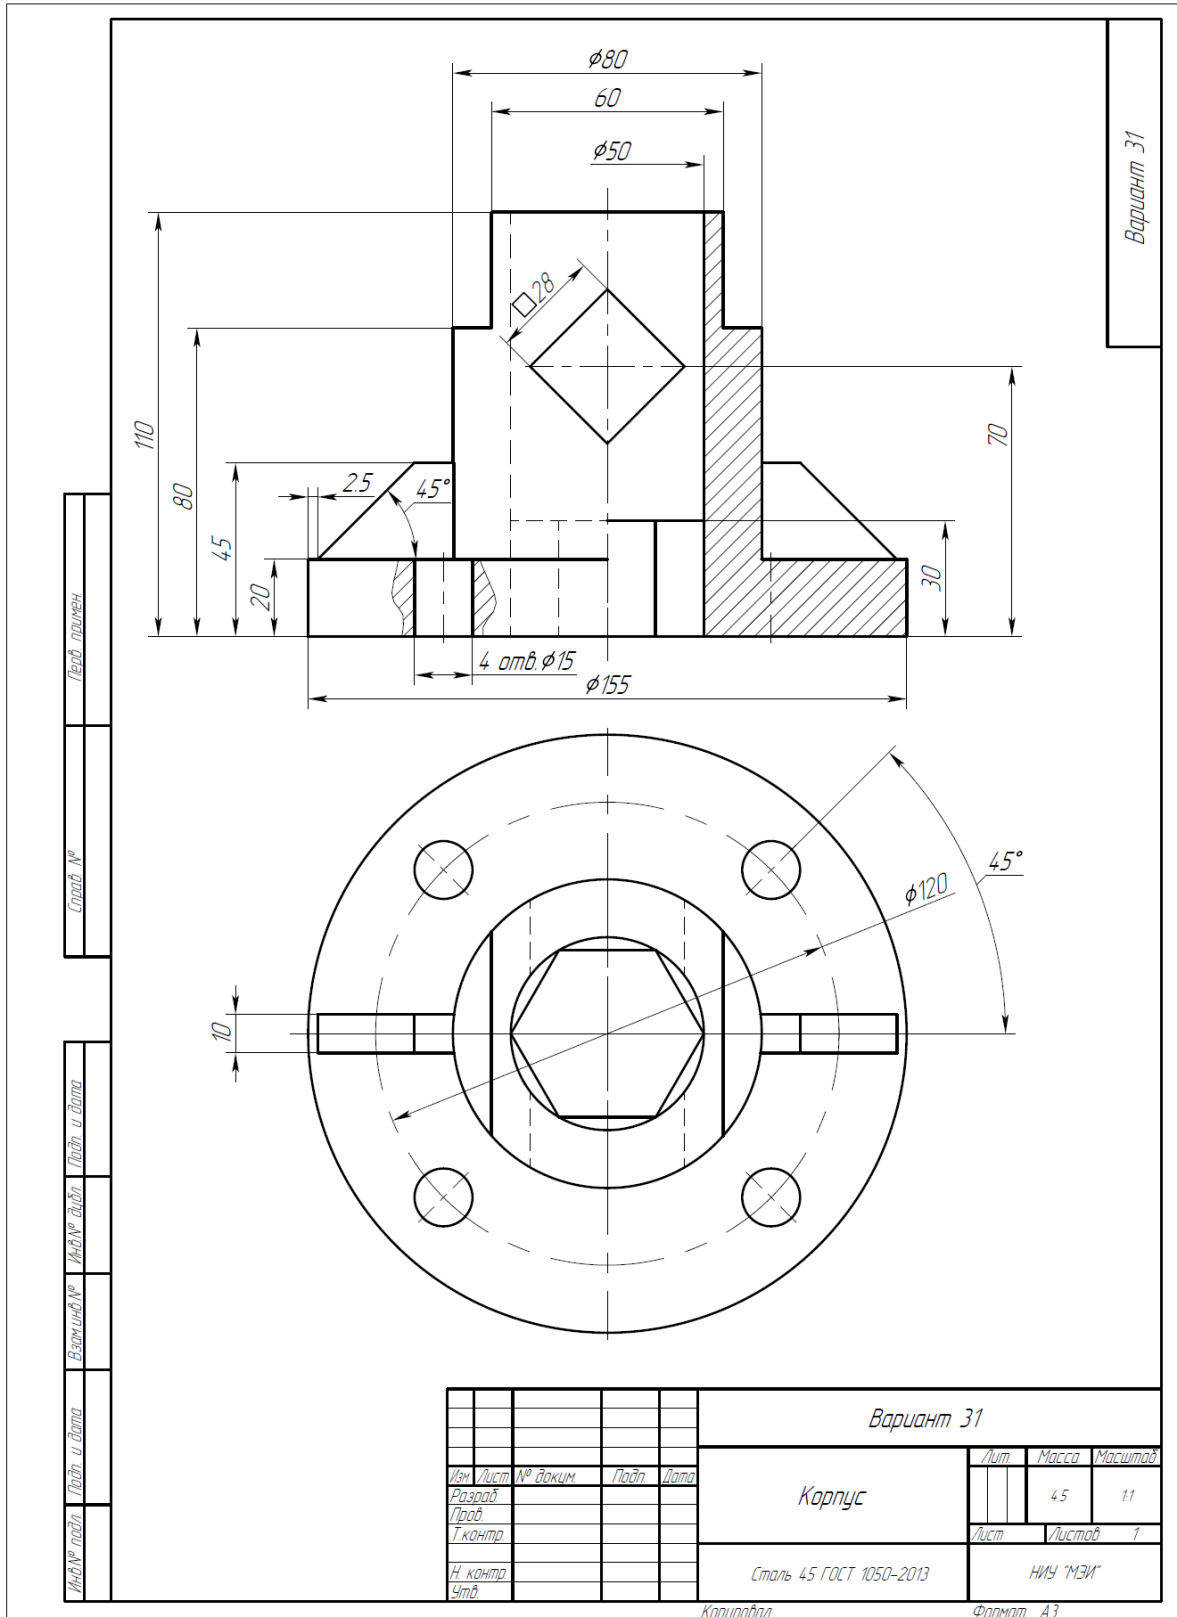

Рис. 1. Чертеж для создания 3D-модели
1. Постройте 3D-модель детали по заданному чертежу (рис. 1). Сохраните полученную модель в формате выбранной САПР: *.m3d для КОМПАС-3D или *.grs, *.grb для T-FLEX CAD.